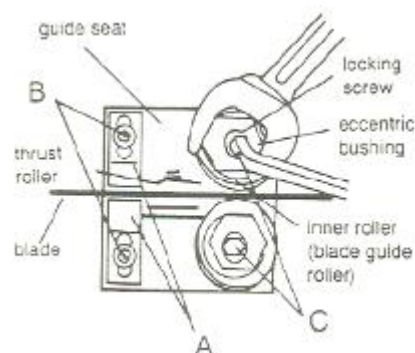

Fig 8
Lockern Sie die Schrauben (B, Fig 8) und stellen Sie die Gleitelemente (A) vom Sägeband weg. (nur SX-821DA).